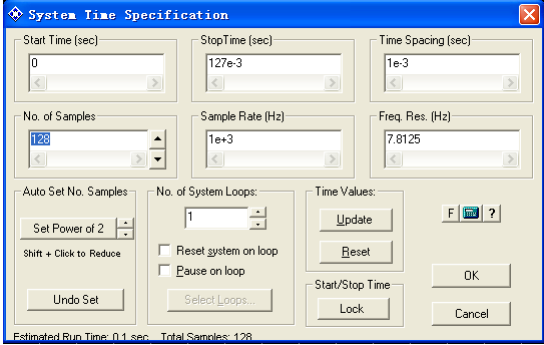

图 5
(1) 设置系统定时，设置采样率 1000Hz，采样点数 128（图 5）；